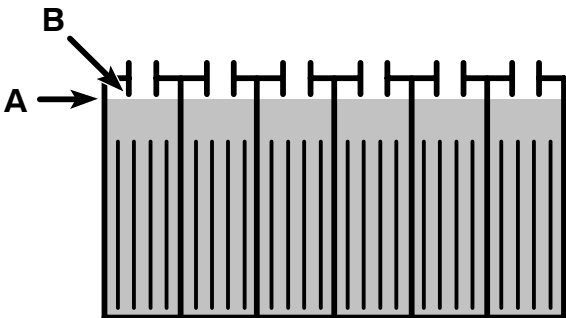

图 24
8. 充电后再次检查电解液（A）。液位应在注入入口（B）底向下约1厘米处。如需要需添加蒸馏水。请勿过度添加。（图 24）